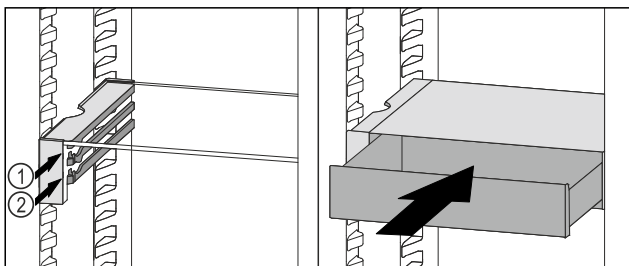

Fig. 100
- ▶ Stavite ladicu VarioSafe ukoso iza zaustavljača na željeni žlijeb Fig. 100 (1) ili Fig. 100 (2).